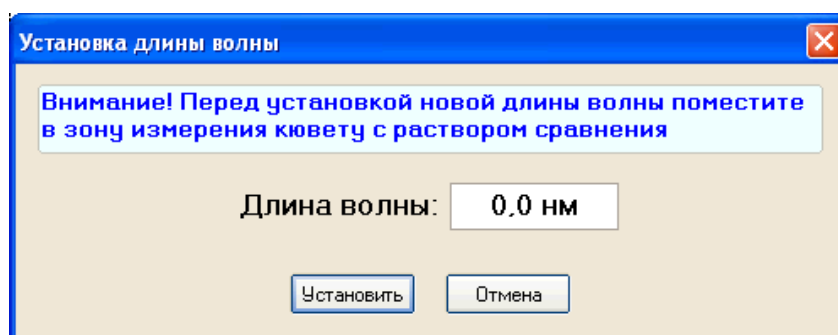

Рисунок 6 – Окно установки длины волны
- **Окно отображения установленной длины волны.** В правой части этого окна находится кнопка ручной установки длины волны. При ее нажатии на экране появляется окно установки длины волны (Рисунок 6).